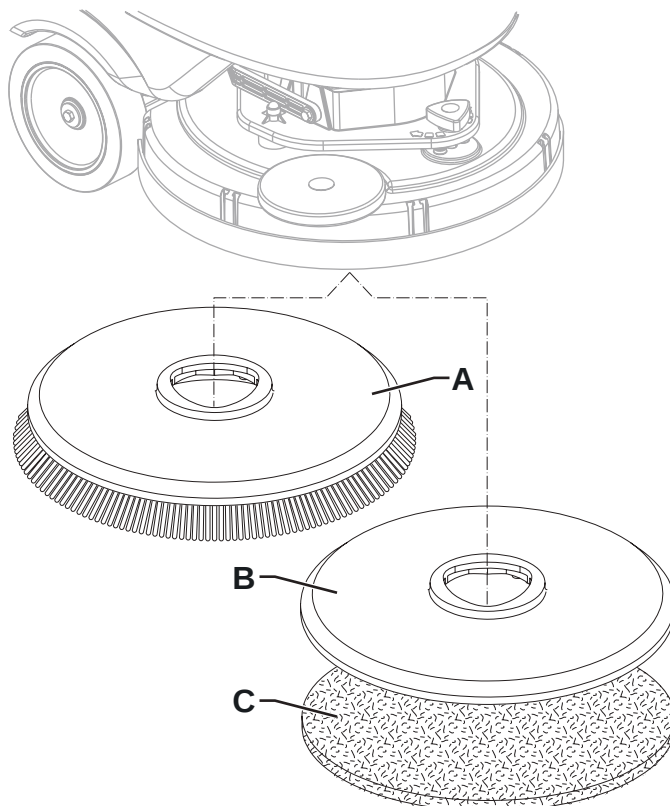

Abbildung 2
1. An das Gerät können sowohl die Bürste (A, Abb. 2) als auch der Padhalter (B) mit Pad (C) montiert werden, je nach auszuführender Bodenbehandlung.
2. Den Bedienschlüssel (41) in seine Aufnahme an der Schalttafel (3) stecken.
3. Die niedrigste Vorschubgeschwindigkeit durch Drücken der Schildkröten-Taste (45) einstellen.
4. Die Bürste (A) oder den Padhalter (B) unter den Bürstenkopf (26) positionieren.
5. Die Taste (43) drücken, um den Kopf auf die Bürste abzusinken.
6. Zum Ankuppeln der Bürste den Steuerknüppel (2) drücken, dann loslassen. Falls erforderlich wiederholen, bis die Bürste angekuppelt ist.